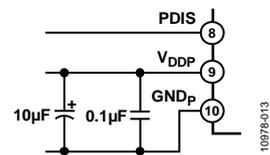
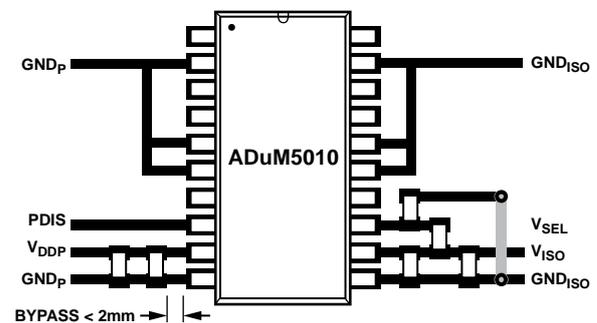

図 16. VDDP のバイアス部品とバイパス部品
図 18. 推奨 PCB レイアウト
*isoPower* 入力には、電源を効果的にバイパスし、出力電圧を設定し、コア電圧レギュレータをバイパスするために複数の受動部品が必要です(図 16～図 18 参照)。